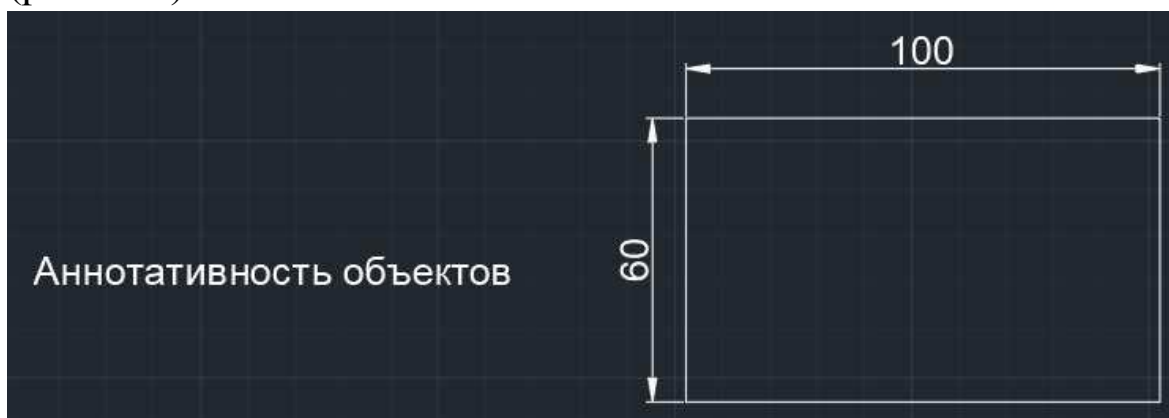

Рисунок 4.26 – Аннотативность текста и размеров
Перейдите на «Лист1» и выберите масштаб «1:5» (рис.4.26)
постройте прямоугольник размером 60x100 и проставьте с помощью линейного размера его длину и ширину. Для размера задайте высоту текста в 6 единиц, а величину стрелки – в 5 (рис.4.26).
2. Самостоятельно вычертите контурные линии формата, рамку и основную надпись. Выполните чертёж, показанный на рис. 4.26. Используйте разные способы указания координат